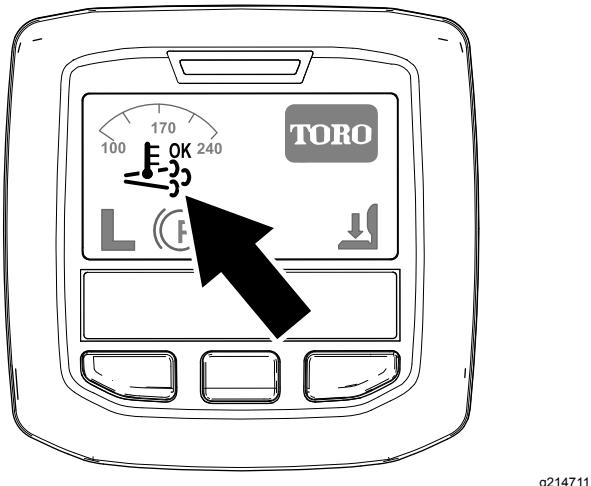

Figura 37
- Aparece el icono de restauración de asistencia o reajuste en InfoCenter (Figura 37).